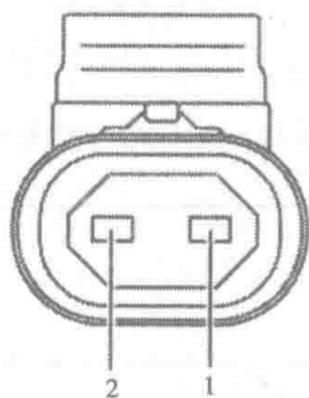

图 1-1-24 凸轮轴排气位置电磁阀连接器端子图
17. 排气凸轮轴位置电磁阀连接器端子图 (图 1-1-24) 及端子功能表 (表 1-1-17)
18. 进气凸轮轴位置电磁阀连接器端子图 (参见图 1-1-24) 及端子功能表 (表 1-1-18)